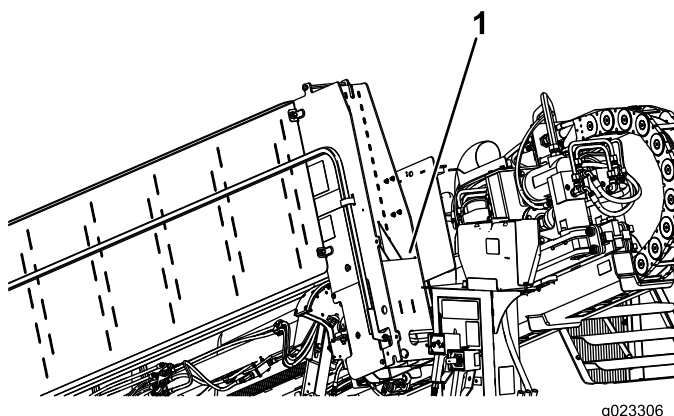

Figure 98
7. Rangez le dispositif de blocage de vérin près du réservoir d'antigel (Figure 98).